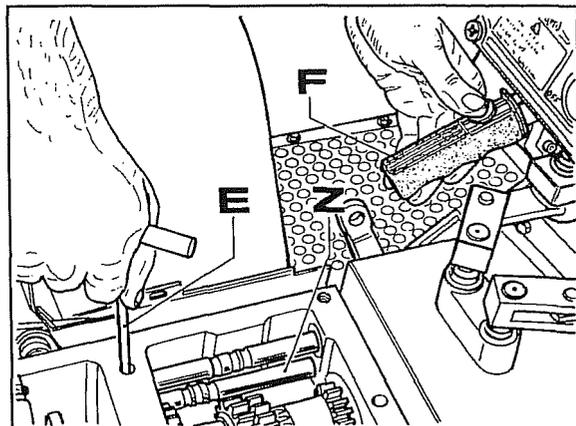

Fig. 12
- Para volver a montar el resorte **D** y la bola **C** es necesario pre-cargar el resorte con una herramienta (**E** fig. 12) y simultáneamente soltar la palanca T.D.F. **F** Fig. 12, la cual, por interferencia desplazará hacia atrás la varilla **7**.